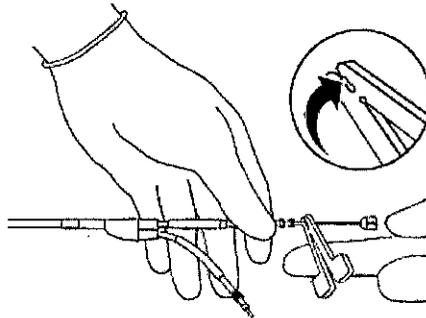

Figura 3. Colocación de las pinzas en la clavija de conexión.
1. Con un fiador insertado en el cable, una ambos terminales de la herramienta de fijación y coloque el orificio más distal en la clavija de conexión IS-1 (Figura 3).